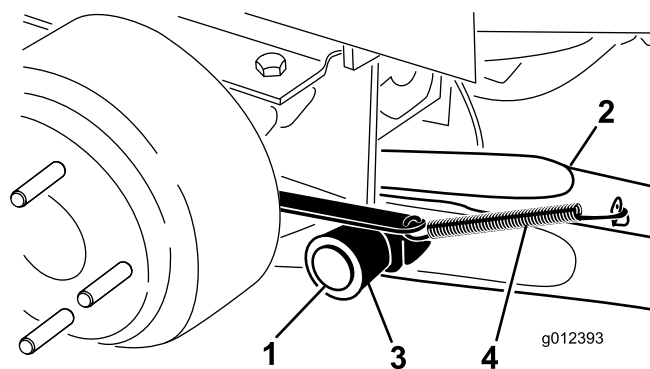

図 3
4. ピボット・ピン1本、コッター・ピン1本を使って、ピボット・ブラケットに昇降アームを取り付ける 図 3。昇降アームを、曲がった部分が外側を向くようにして取り付ける。
5. ブレーキリターンズpringを昇降アームのタブ引っ掛ける 図 3。